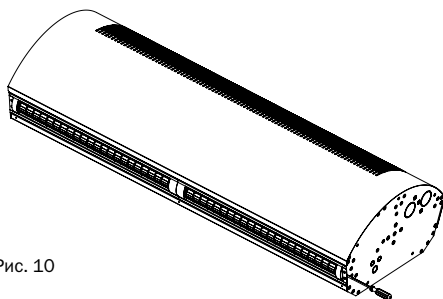

Рис. 10
2. Поддеть сопло с помощью отвертки со стороны винтов (см.рисунок 10).